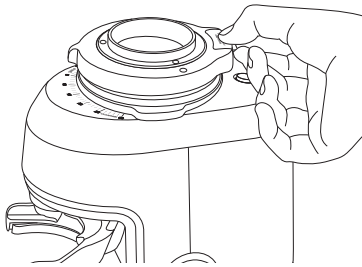

Figure 13
8. Soulevez le levier de recalibrage et retirez le collier de réglage de la mouture. Voir figure 13 et 14.
7. Soulevez le levier de recalibrage et retirez le collier de réglage de la mouture. Voir figure 13 et 14.